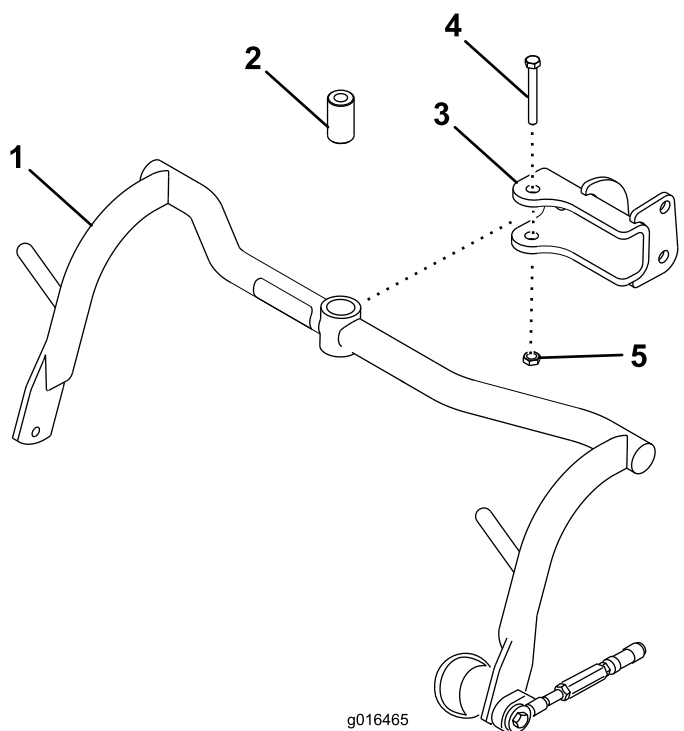

Figura 5
1. Montați un ansamblu de cadru de susinere pe fiecare tift cu un distanțier, un urub ($\frac{1}{2}$ x 3- $\frac{1}{4}$ ") i o contrapiuliță ($\frac{1}{2}$ "); consultați Figura 5. Strângeți la un cuplu între 91-113 N·m.